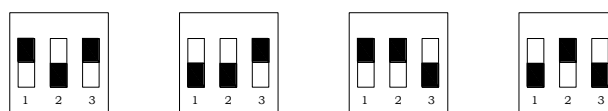

图 3.2.1 拨码开关调整示意图
3.4.6 通过以上调整如发动机仍无法稳定，此时需要对拨码开关进行调整，如图 3.2.1 四种情形，每拨动一次后再对增益和稳定性电位器进行调整，直到发动机稳定。